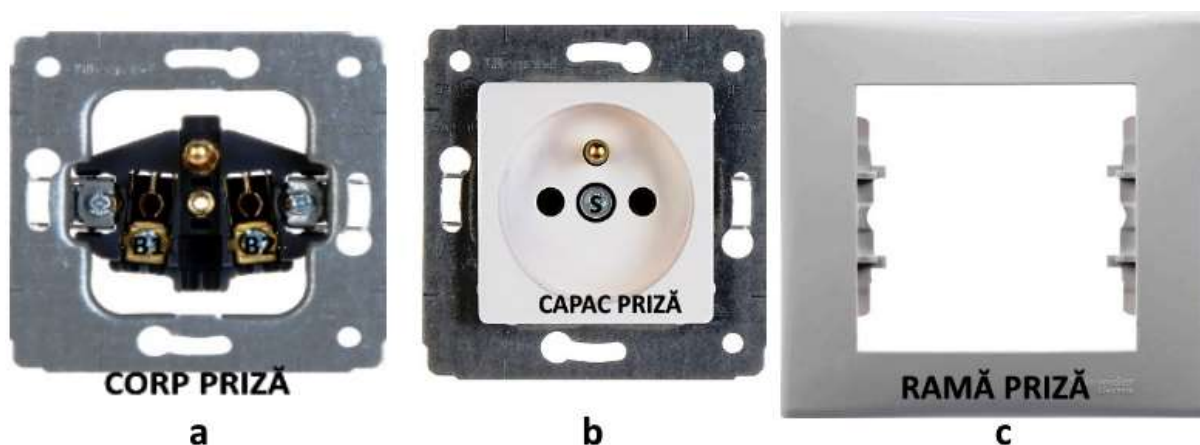

Figura 3.23 Montare priză cu contacte cu șuruburi
- **Se montează rama prizei** prin apăsare (figura 3.23 c, fig. 3.24 d)